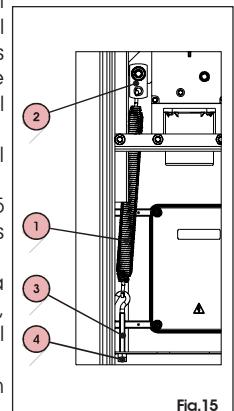

Fig.15
La automación necesita un muelle de equilibrado, fig.15 ref.1, que debe pedirse por separado (como la barra). El tipo de muelle que se ha de aplicar de elegirse en función de la longitud de la barra y de los eventuales accesorios instalados (véase cap.8). Para elegir el muelle adecuado véanse los indicados en el listín.
- Desmonte el tirante, fig.15 ref.3.
- Manteniendo siempre la barra en posición vertical, conecten el muelle al platillo, fig.15 ref.2. Para un montaje más rápido se aconseja tener la parte abierta del ojal dirigida hacia el instalador.
- Introduzca el tirante, fig.15 ref.3, en el ojal inferior y en su orificio de fijación.
- Atornillen una de las dos tuercas, fig.15 ref.4, hasta recuperar todos los juegues en el muelle.